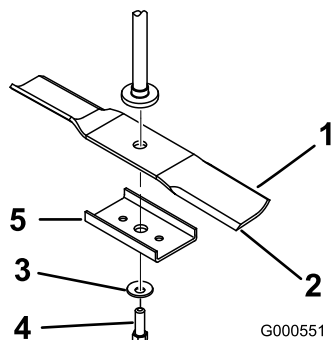

Figure 56
Tenez la lame à son extrémité avec un chiffon ou un gant épais. Enlevez de l'axe, le boulon, la rondelle bombée, le renfort et la lame (Figure 56).
- Montez le renfort, la rondelle bombée (face concave vers la lame) et le boulon de lame (Figure 56).
- Placez la lame sur l'axe (Figure 56).